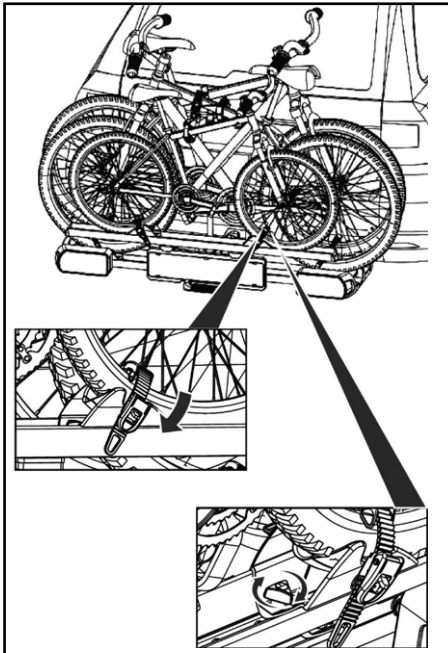

Bild 11: Befestigung 3. Fahrrad
- Überprüfen Sie vor jedem Fahrtantritt den korrekten und festen Sitz des Gurtes um die Fahrräder und U-Bügel des Trägers (Bild 11).